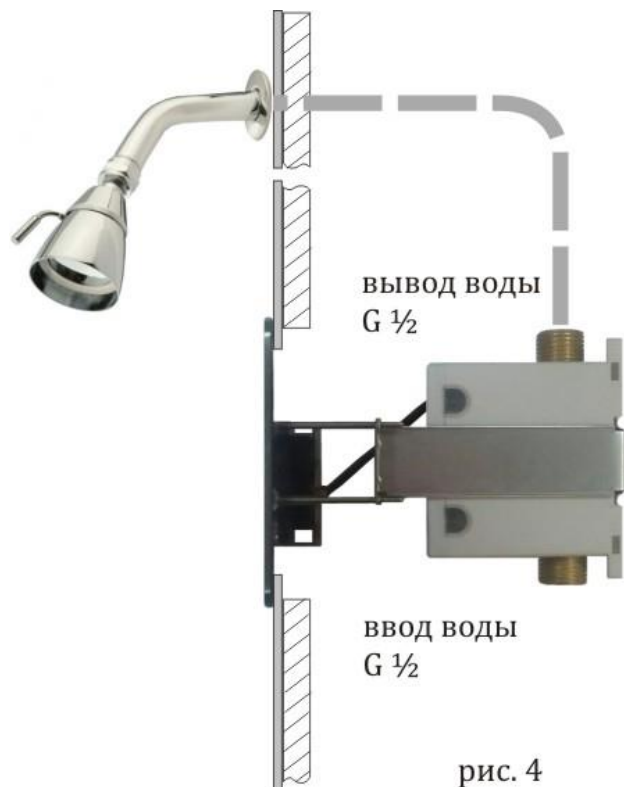

рис. 4
9. Закрепите монтажную пластину с сенсором на монтажной рейке с помощью винтов из комплекта поставки. **ВНИМАНИЕ!!!** Блок клапана должен располагаться таким образом, чтобы отмеченный Вывод G 1/2 располагался по направлению к душевой лейке (рис.4).